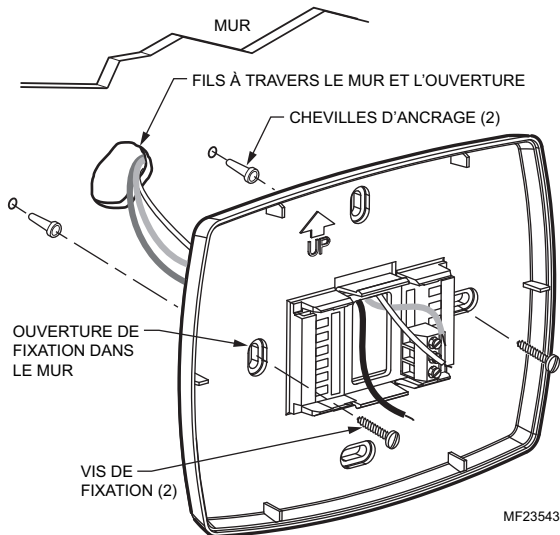

Fig. 7. Installation de la plaque de fixation.
4. Placer la plaque murale vis-à-vis les ouvertures, en faisant passer les fils par l'ouverture prévue pour le raccordement. Voir la Fig. 7.